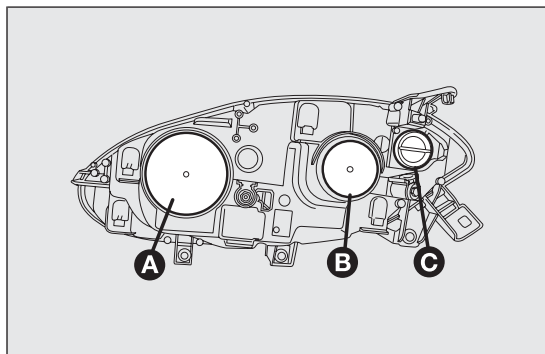
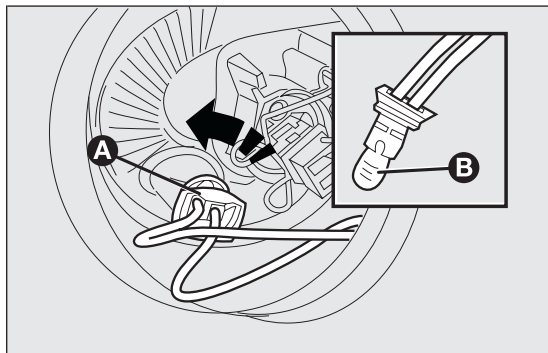

fig. 157
fig. 159
- ☐ rimuovere il coperchio di protezione B fig. 157;
- ☐ rimontare correttamente il coperchio di protezione A fig. 157.
- ☐ rimuovere il coperchio di protezione A fig. 157;
- ☐ ruotare in senso antiorario il portalampada A fig. 159 e sfilarlo;
- ☐ rimontare la nuova lampada, inserire nuovamente il portalampada A fig. 159 quindi rimontare correttamente il coperchio di protezione B fig. 157.
- ☐ rimontare correttamente il coperchio di protezione B fig. 157.
- ☐ ruotare in senso antiorario il coperchio di protezione C fig. 157 ;